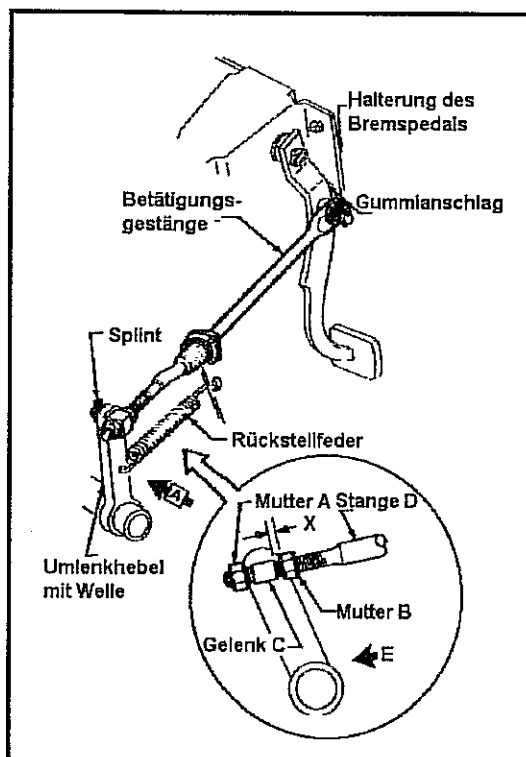

Abb. 11-28 Einstellen des Leerwegs am Kupplungspedal
- Um den Verschleiß des Reibbelags und dessen Auswirkung auf das Spiel des Übertragungsmechanismus zu kompensieren wird eine Einstellung am Kupplungsgestänge vorgenommen. Siehe hierzu Abb. 11-28.